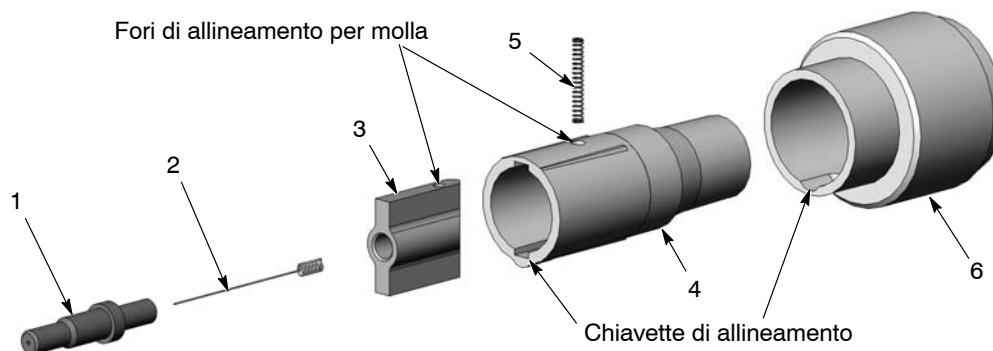

Figura 6-15 Sostituzione del manicotto di supporto dell'elettrodo
**Dettagli del supporto dell'elettrodo SD:** (vedi figura 6-15)
- Il manicotto (4) e la molla (5) vengono venduti come kit.
- Il gruppo supporto (6) contiene un resistore. Se il resistore si guasta, si deve sostituire tutto il gruppo.
- Il portaelettrodo (1) e l'elettrodo (2) vengono venduti separatamente. Gli ugelli di spruzzo conici e piatti/angolati impiegano portaelettrodi diversi.